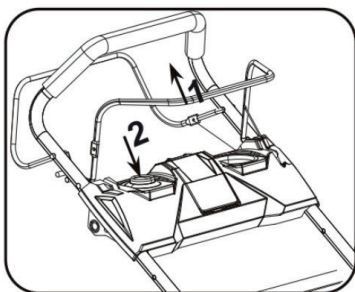

Рис. 14
2. Нажмите кнопку ЗАПУСКА. (Рис. 14)